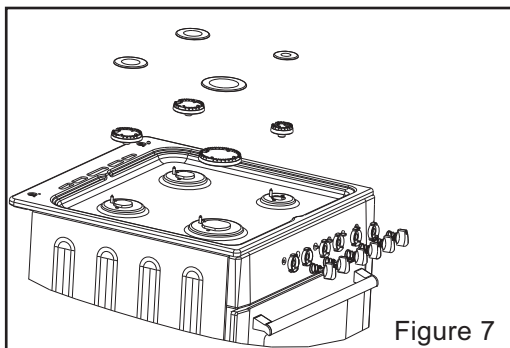

Figure 7
Le technicien devra tout d'abord vérifier le réglage gaz de votre cuisinière. Si elle est livrée en gaz naturel, il devra changer les injecteurs (voir ci-dessous) pour la rendre utilisable en gaz butane. L'installation doit être faite avec un tuyau gaz spécifique butane/propane vendu avec 2 colliers, l'embout gaz butane avec le joint sera installé sur la cuisinière, le tuyau sera enfoncé à fond sur cet embout et un collier sera installé en serrant correctement, mais sans couper le tuyau. Faire de même côté détenteur (voir fig. 7).
- Retirez le chapeau de brûleur + le brûleur supérieur. (voir fig.7)